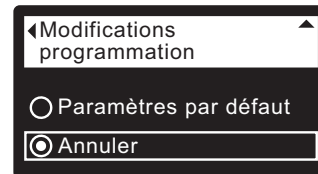

FIG. 97
7. Appuyez sur le sélecteur (O) pour afficher le menu de modifications de la programmation (cf. Figure 97).
8. Si le cercle vis-à-vis de l'option souhaitée a déjà un point (cf. Figure 97), passez à l'étape 9. Sinon, appuyez sur le bouton BAS (▼) ou HAUT (▲) pour passer à l'option souhaitée, puis sur le sélecteur (O) pour confirmer votre choix.